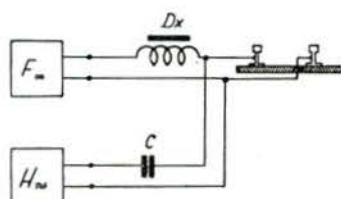
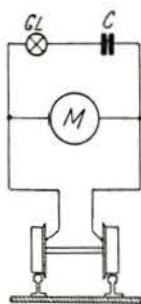

Bild 1 Blockschema der Stromzuführung
Bild 2 Grundschialtung im Fahrzeug
Bild 1 Das ist die Rapido-Bahn im Maßstab 1:200, eine richtige elektrisch betriebene Modellbahn. Vorläufig sind nur Diesel- und Elloks als Triebfahrzeuge erhältlich, jedoch ist das Sortiment schon sehr breit
Firma Arnold aus Nürnberg trat mit einer ganz besonderen Sache auf: eine Modellbahn im Maßstab 1:200. Die Bahn ist wie ihre etwas größeren Schwestern elektrisch betrieben und voll funktionsfähig. Ein breites Sortiment an Triebfahrzeugen, Wagen und diversem Zubehör wird bereits hergestellt (Bild 1). Märklin brachte in diesem Jahre relativ wenig Neuheiten mit. Uns fiel, abgesehen von einem USA-Sortiment, das neu aufgenommen wurde, vor allem eine neue Ellok nach dem Vorbild der Reihe 1141 der ÖBB auf, die einen
andere Filter parallel zum Fahrstrom in die Gleise geleitet wird. Das Schema der Grundschialtung ist auf Bild 1 zu sehen. Ein Durchgang der Wechselspannung in ungewünschter Richtung, nämlich in die Gleichstromquelle, wird durch eine Seriendrosselspule verhindert. Die Frequenz der benutzten Wechselspannung muß natürlich viel höher sein als die gewöhnliche Industriefrequenz von 50 Hz. Man benutzt hier vorteilhafterweise Frequenzen im Bereich von 20 bis 80 kHz (1 Kilohertz = 1000 Hertz). Dafür gibt es zwei Begründungen: Erstens wird die Entstehung eines unerwünschten hörbaren Schalles verhindert, da es sich um Überschallfrequenzen handelt, und zweitens ist bei so hohen Frequenzen die Filtration mit ziemlich kleinen Kondensatoren in der Größenordnung von nur 10^{-7} und 10^{-8} F möglich. Auf Bild 2 ist eine Schaltung dargestellt, bei der die Kondensatoren (C) die Wechselspannung vom Fahrstrom im Fahrzeug trennen.
Bild 1 Sowjetische Personenzuglokomotive C 28. Die Baureihen C und CY der CCCP, die die Hauptlast des leichten und mittleren Personenzugverkehrs tragen, entsprechen in ihrer Einsatzleistung der deutschen P 8
Bild 1 Das neue H0-Modell ohne Gehäuse. Jedes Drehgestell wird von einem besonderen Motor angetrieben. Die Kupplung ist allerdings noch etwas zu einfach ausgeführt